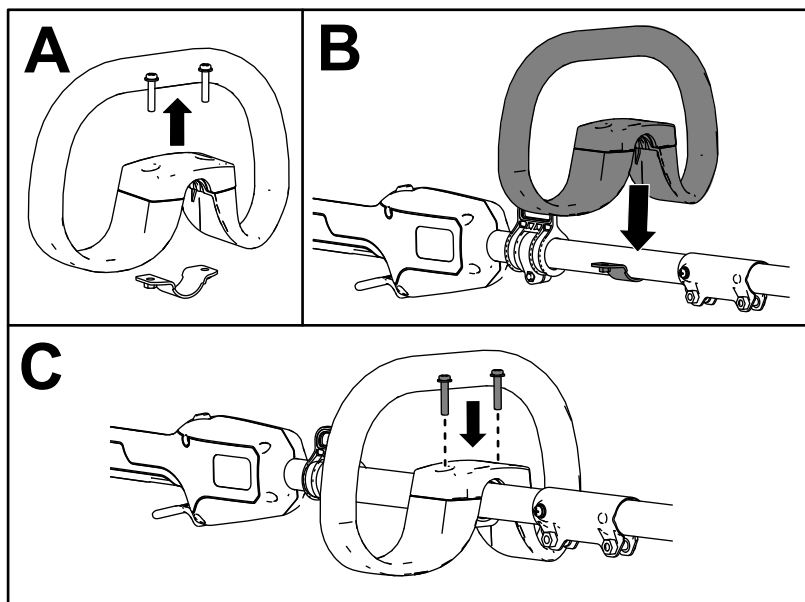

Figura 4
1. Usando un destornillador Phillips, retire los 2 tornillos y separe la empuñadura auxiliar de la abrazadera (Figura 4, A).
2. Alinee la empuñadura auxiliar con la abrazadera en el mango de la desbrozadora (Figura 4, B).
3. Sujete la empuñadura auxiliar a la abrazadera con los 2 tornillos que retiró anteriormente (Figura 4, C).